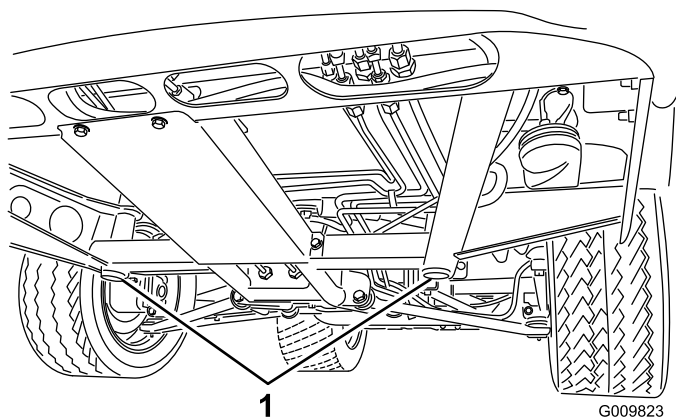
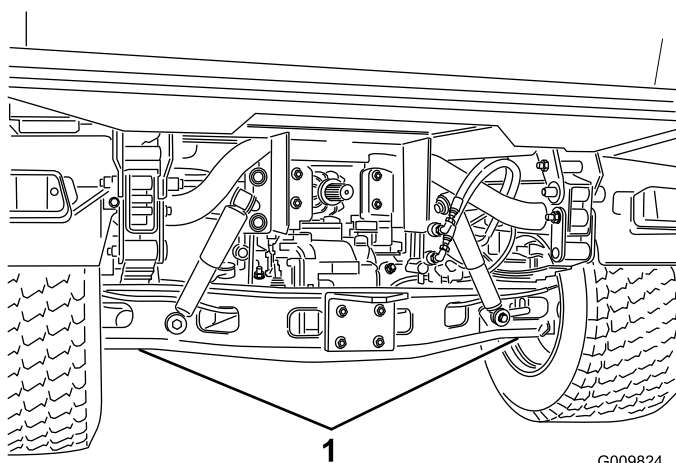

Figure 38
Figure 39
- Le point de levage au cric avant se trouve sous le support de bâti central avant (Figure 38), et le point arrière se trouve sous le pont (Figure 39).